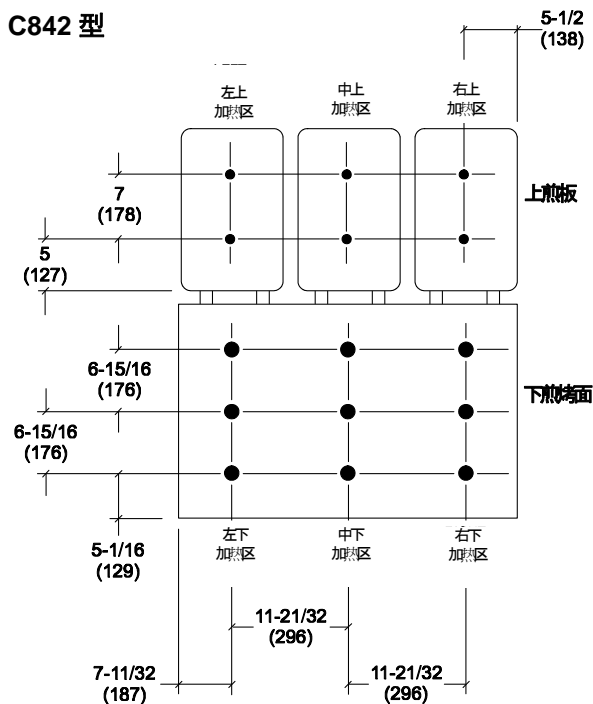
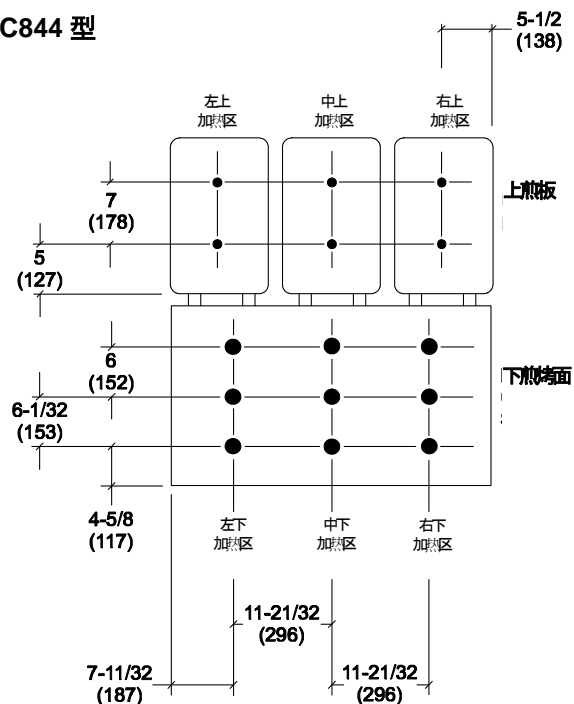

图 36
图 37
探头的位置如下面的图 36 和图 37 所示。
3. 将一个测温计表面探头安放在选定加热区内，如图 36 和图 37 所示。